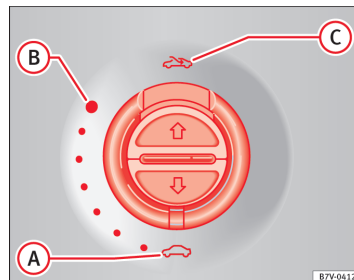

Fig. 57 I loftet: Drej kontakten for at åbne og lukke.
⇒ Fig. 57
- Kontakten ⇒ Fig. 57  skal befinde sig i lukket position .